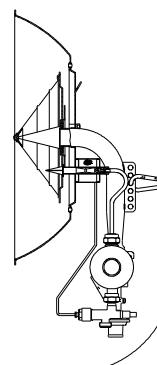

Fig. 12
- Llevar el aparato a la posición que indica la Fig.12. Golpear ligeramente el tubo para desprendar el polvo acumulado en sus paredes, alternando con sacudidas del aparato.
- Position the appliance as indicated in Fig. 12. Lightly tap the pipe to loosen the built-up of dust on its walls, alternately shaking the appliance.
- Amenez l'appareil sur la position indiquée à la Fig.12. Frappez légèrement sur le tuyau pour décoller la poussière accumulée sur ses parois et ensuite, de manière alternative, secouez l'appareil.